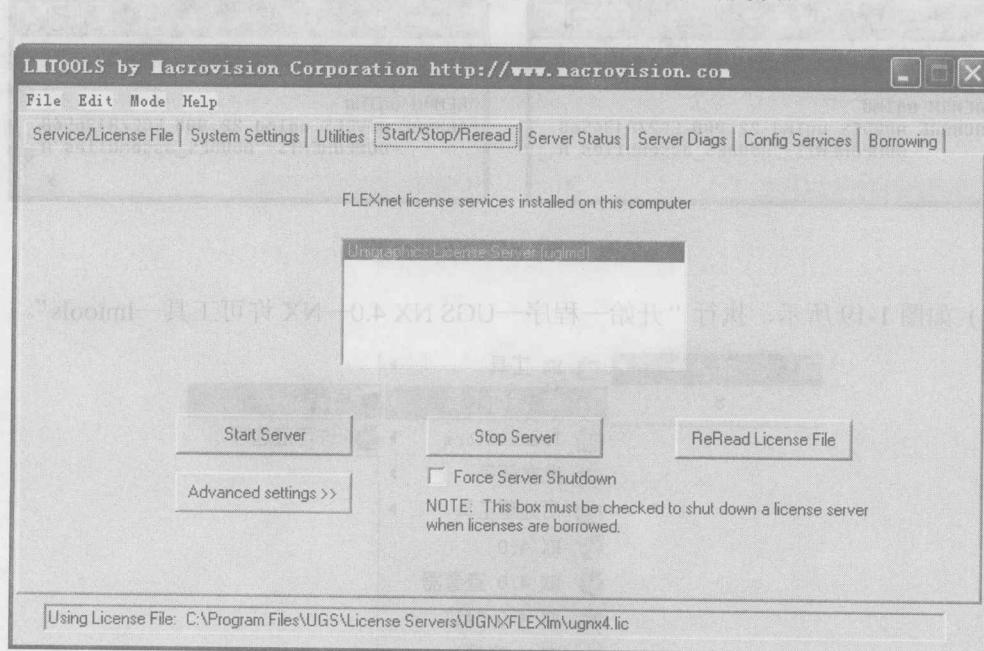

图 1-21 重启 server
(13) 如图 1-21 所示，在对话框中，选择“Start/Stop/Reread”选项卡，单击“Stop Server”按钮后，再单击“Start Server”按钮，操作将重新启动一次许可服务器。